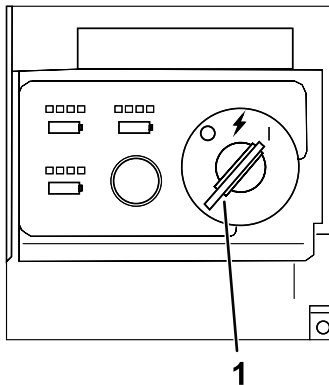

Figura 12
4. Gire la llave a la posición de CONECTADO para encender la máquina (Figura 12).